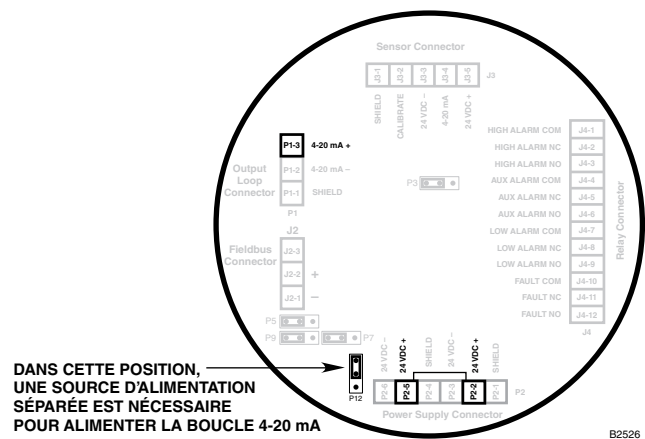

Figure 5—Position du Cavalier P12 pour sortie sur Boucle 4-20 mA Isolée
- Si la boucle 4-20 mA est alimentée par une source autre que celle de l'UD10 (mode isolé), installer le cavalier comme représenté en Figure 5 pour retirer la connexion interne.
La Figure 5 représente le cavalier P12 positionné pour alimenter la boucle 4-20 mA à partir d'un fil/cavalier externe ou à partir d'une source d'alimentation séparée (sortie isolée).